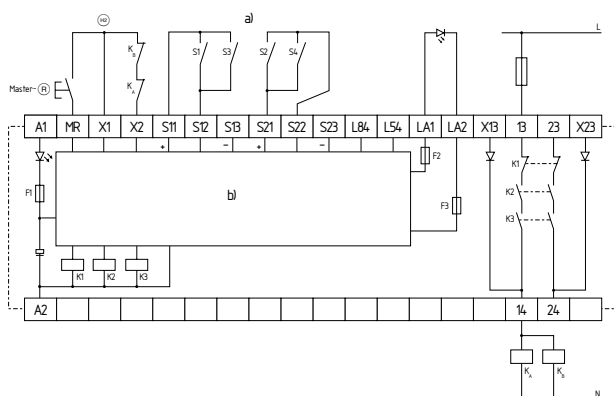

Fig. 6: SRB 202MSK
Comando de dois canais, representado no exemplo de 2 sensores de Muting e botão externo Master Reset (R) (ver Fig. 6 e 7)